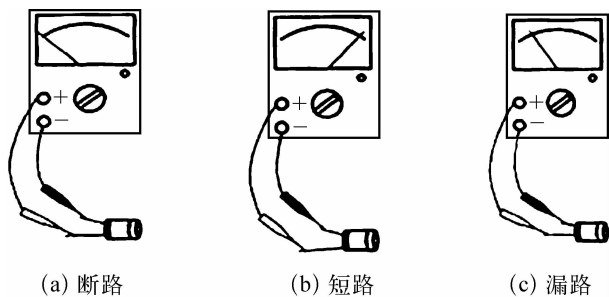

图 1-1-4 电解电容器质量判别
② 步骤二：电解电容器质量判别。如图 1-1-4 所示，在测试稳定后，电解电容的漏电阻如果在几百千欧以上，则能正常工作；如果指针不动，即正、反向均无充电的现象，则说明容量消失或内部断路；如果指针不回归，即所测阻值很小或为零，说明电容漏电严重或已击穿损坏，不能再使用；如果所测阻值小于 $500\text{ k}\Omega$ ，说明电容漏电。